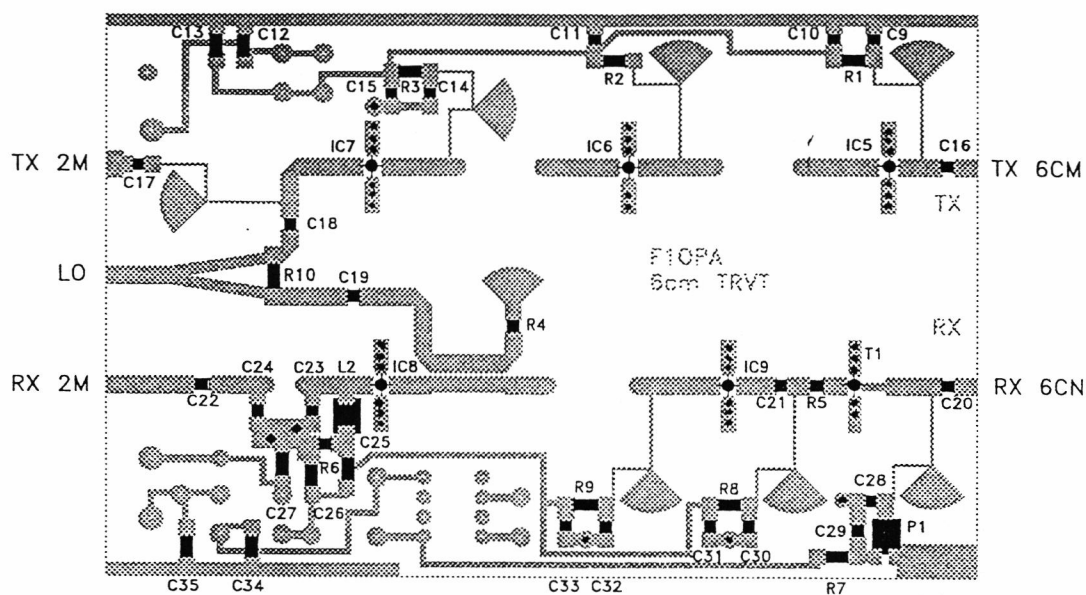
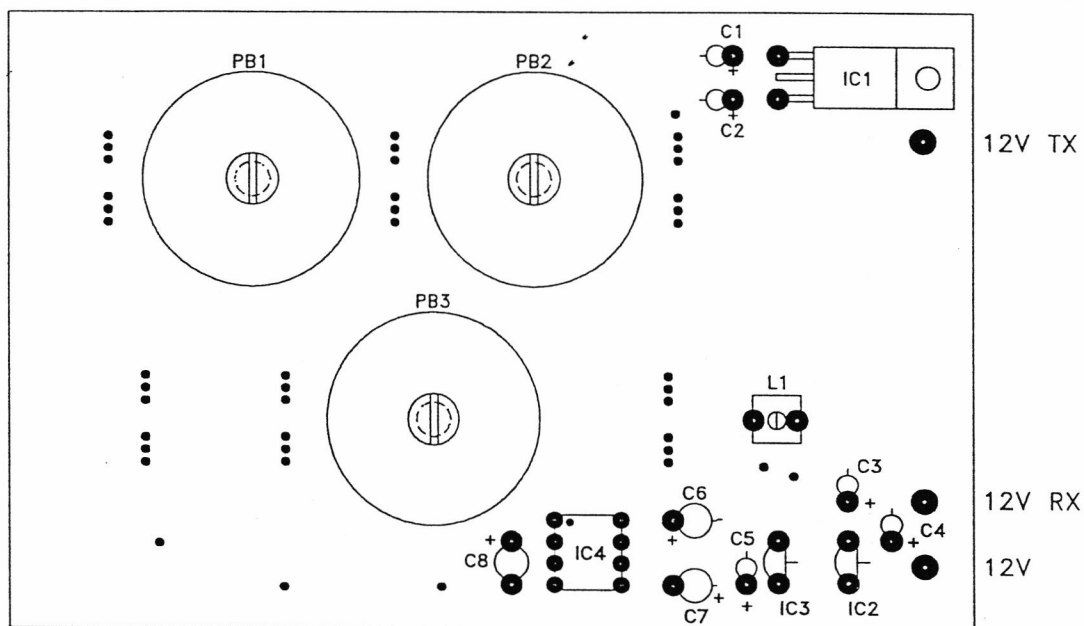

Fig 4 : Côté pistes
Fig 5 : Côté composants
* *Implantation des composants* (Fig 4, Fig 5)